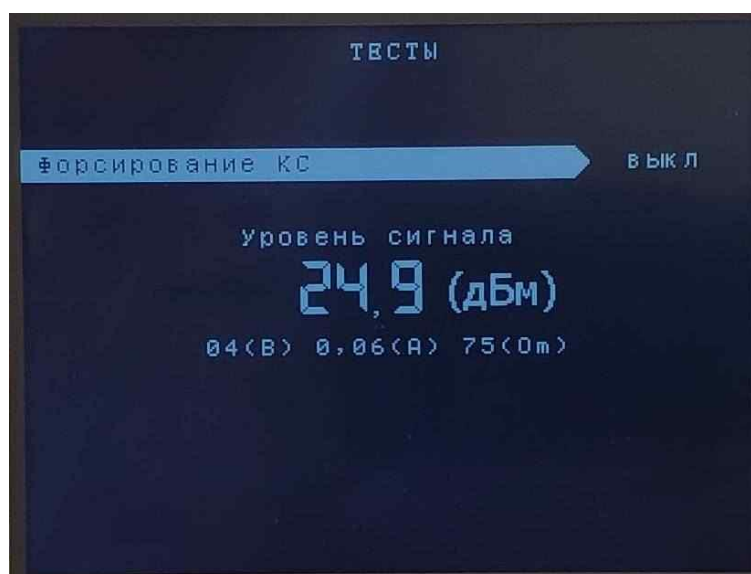

Рисунок 26 – Підрозділ «Формування команд в імп. режимі»
3.5. «Форсування КС» - підрозділ призначений для тестового форсування контрольного сигналу до рівня сигналу аварійної команди (встановленої в налаштуваннях «Регулювання рівня АК»), а також виводу рівня сигналу на виході (см. рисунок 26).